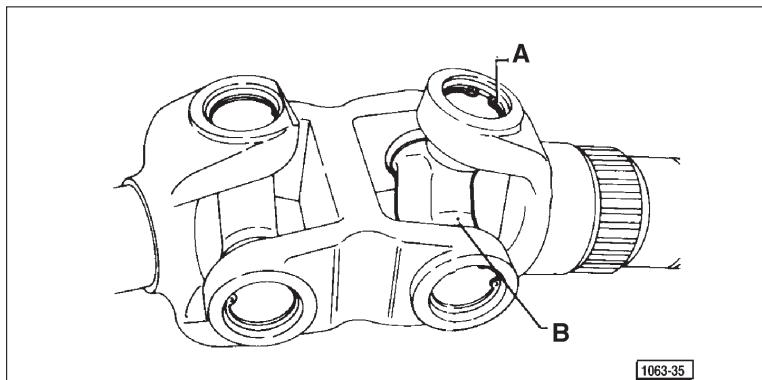

Fig. 14 - Joint homocinétique.
- Sortir les deux circlips **A** d'un des axes du croisillon **B**; le cas échéant s'aider d'un coup de marteau et de poinçon en métal non ferreux (voir fig. 14).